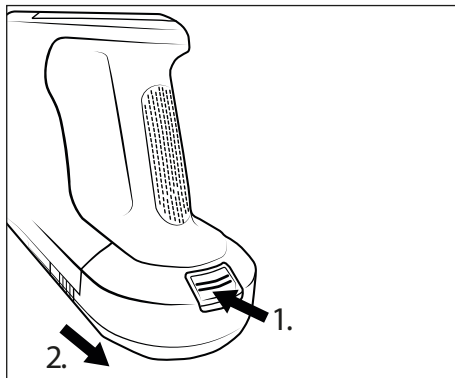

Abb. 13
- ◆ Um den Akku **2** vom Gerät zu entfernen, halten Sie die Akku-Entriegelungstaste **1** gedrückt und ziehen Sie den Akku **2** aus dem Gerät (siehe Abb. 13).